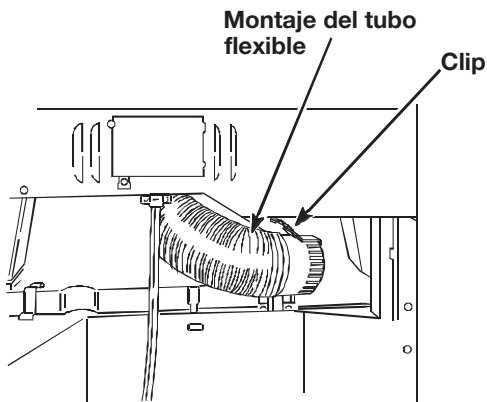

Figura 4
- Preforme el tubo flexible a la izquierda o a la derecha. Vea la Figura 4.